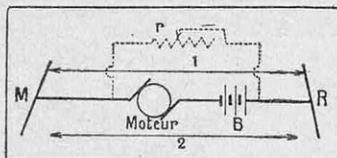

FIG. 1. — MONTAGE DE SYNCHRONISATION DU MOTEUR
LA vitesse d'un moteur électrique peut varier légèrement suivant la valeur du couple résistant qu'il doit vaincre ou par suite des variations de la tension qui l'alimente. Certaines applications, comme l'enregistrement très précis de temps au moyen d'un chronographe imprimant — compétitions sportives, par exemple (1) — exigent cependant du moteur électrique entraînant les tambours des heures, minutes, secondes et centièmes de seconde, une vitesse aussi constante que possible. Voici comment on « synchronise » le mouvement au moyen d'une horloge électrique de haute précision. Le moteur (alimenté par une batterie d'accumulateurs) est monté avec deux fils de retour du courant 1 et 2 (fig. 1). On forme ainsi deux circuits distincts et il suffit évidemment que l'un d'eux soit fermé pour que le courant passe.